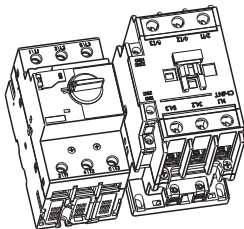

图5
7.2.1 起动机、接触器按图5位置放置，用一字或十字螺丝刀彻底旋松起动机2/T1、4/T2、6/T3及接触器的1/L1、3/L2、5/L3接线螺钉，用十字螺丝刀彻底旋松接触器的A1、A2线圈接线螺钉。